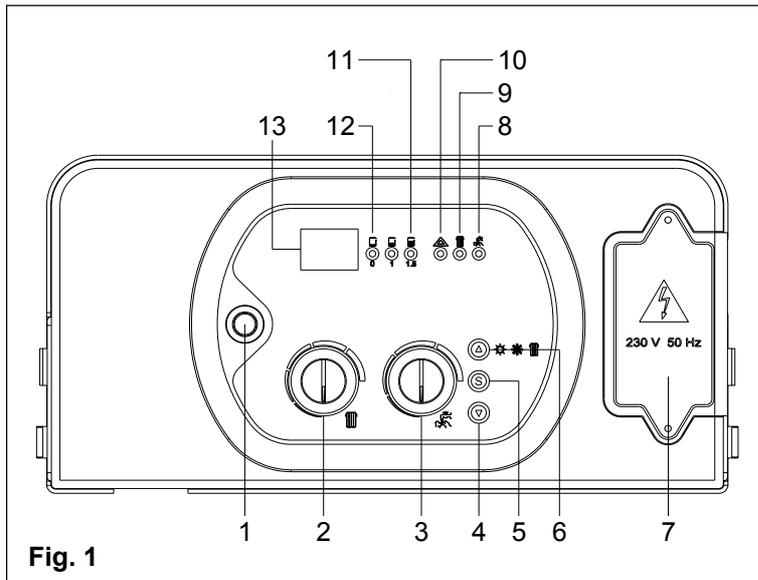
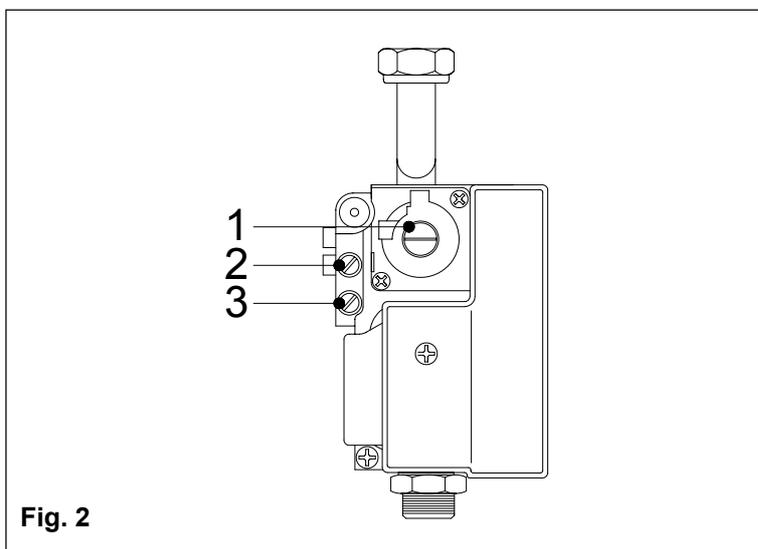

Fig. 1
Fig. 2
- posizionare l'interruttore **1** in posizione ON (fig. 1) dopo pochi secondi si avvierà il circolatore;
- posizionare tramite il pulsante **5** la funzione solo INVERNO. L'accensione dei led **9** (fig. 1) ne indica l'attivazione;
- il sistema di accensione automatico accenderà il bruciatore. Potrebbe essere necessario ripetere più volte l'operazione per eliminare l'aria nella tubazione. Per ripetere l'operazione di accensione, attendere circa tre minuti dall'ultimo tentativo di accensione prima di sbloccare nuovamente la caldaia, poi spegnere e accendere l'interruttore **1** (fig. 1) e quindi ripetere l'operazione;
- controllare la pressione dell'impianto; se questa fosse diminuita aprire di nuovo il rubinetto di carico fino a che la spia **11** (fig. 1) si accende ed il manometro segna 1 bar **e ad operazione terminata richiudere il rubinetto**;
- mettere l'interruttore 1 in posizione OFF (fig. 1), inserire un manometro nella presa di pressione **4** (fig. 2) accendere la caldaia e controllare i valori di pressione massima e minima di regolazione secondo i valori di riferimento riportati sulla targa gas (per controllare la pressione massima, aprire un rubinetto acqua calda sanitaria e verificare se la pressione massima è uguale a quella di targa; per controllare la minima, chiudere il rubinetto e mettere la caldaia in posizione inverno, il manometro visualizzerà la pressione minima per i primi 10 secondi; se la pressione massima non corrisponde a quella di targa, rifare la regolazione (vedi manuale di taratura);